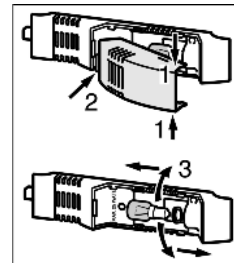

Fig. 17
- ▶ Die Lampenabdeckung oben und unten fassen *Fig. 17 (1)*.
- ▶ Lampenabdeckung hinten austragen und aushängen *Fig. 17 (2)*.
- ▶ Die Lampe auswechseln *Fig. 17 (3)*.